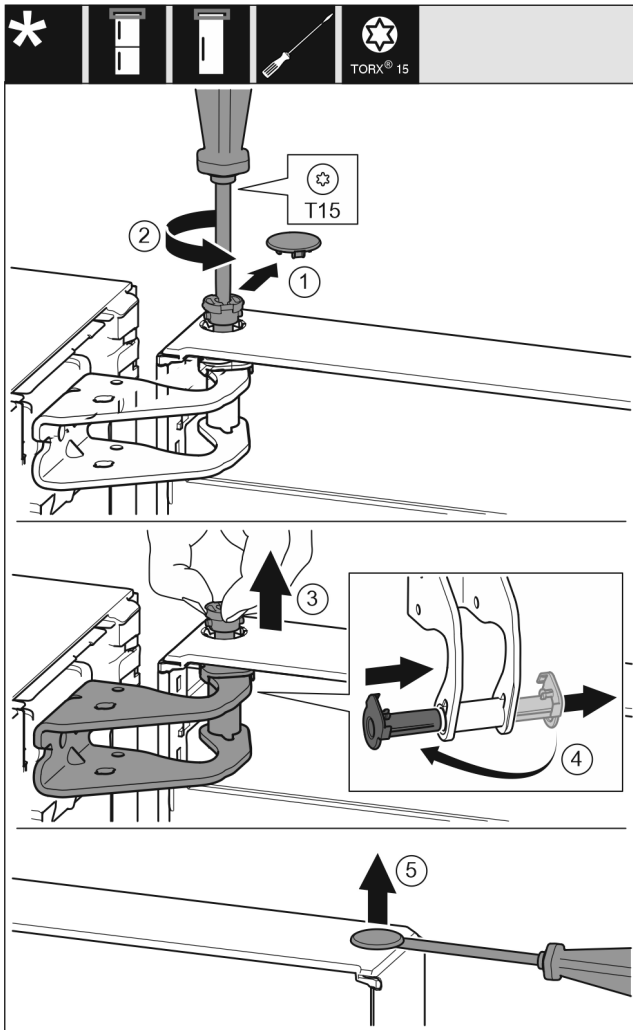

Fig. 11
- ▶ Свалете внимателно предпазния капак. Fig. 11 (1)
- ▶ С отвертка T15 отвийте малко болта. Fig. 11 (2)
- ▶ Задръжте здраво вратата и извадете болта с пръсти. Fig. 11 (3)
- ▶ Извадете лагерната втулка от водача. Поставете от другата страна и фиксирайте. Fig. 11 (4)
- ▶ С плоска отвертка внимателно повдигнете тапата от лагерната втулка на вратата и я извадете. Fig. 11 (5)